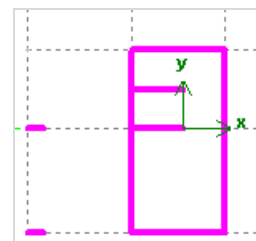

Рис.1.5.20. Перенос системы координат
- Переместите начало системы координат с помощью команды меню **Схема** ⇒ **Система координат** ⇒ **Перенос** (кнопка  на панели инструментов) так, как это показано на рис.1.5.20.